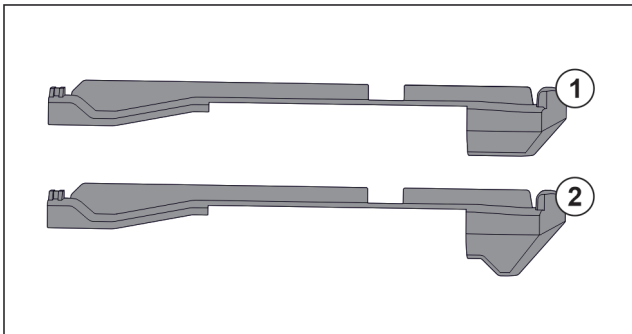

Fig. 128 A felhúzható elemek összehasonlítása
A készülékben két különböző felhúzható elem található. A legalsó fiók felett lévő felhúzható elemnek Fig. 128 (2) háromszögletű éle van. Minden más felhúzható elemnek Fig. 128 (1) egyenes éle van.
- ▶ A háromszögletű éllel rendelkező felhúzható elemet Fig. 128 (2) vigye a legalsó fiók fölé.
- ▶ Egyenes éllel rendelkező felhúzható elemet Fig. 128 (1) tegyen minden más helyre.